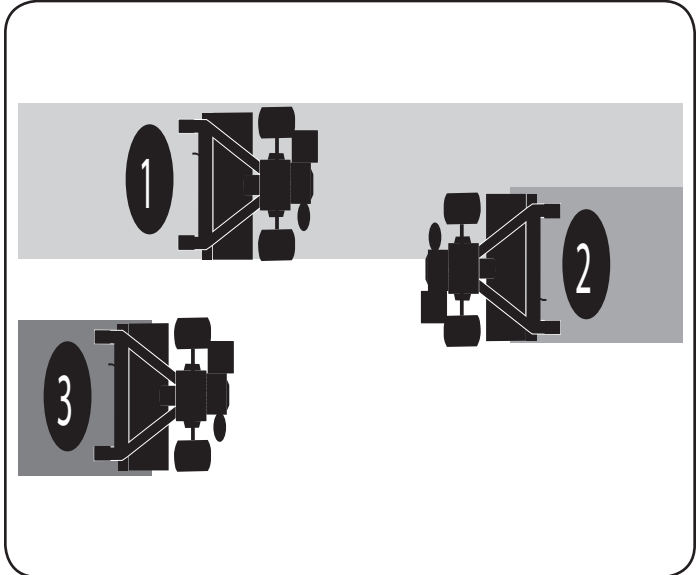

Figura 20
- Si las dimensiones del jardín no permiten la labranza en sentido longitudinal y luego transversal, traslape las primeras pasadas por la mitad del ancho de la cultivadora, continuando con sucesivas pasadas a un cuarto del ancho. Vea la Figura 20.